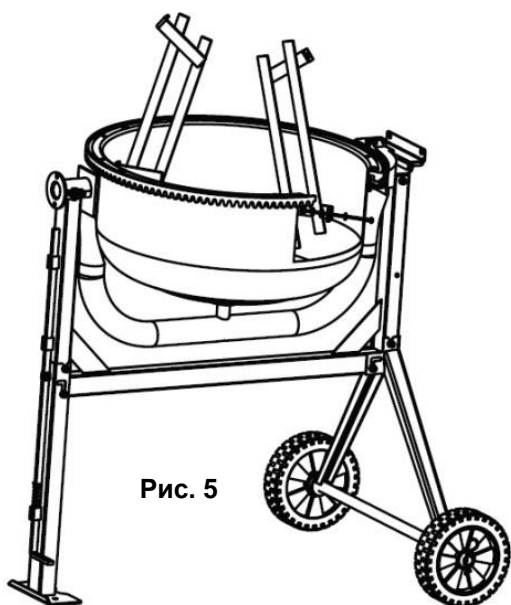

Рис. 5
- Установите лопасти в нижний барабан бетономешалки, закрепив их положение в нижней части болтами М10х20 (См. Рис.5).